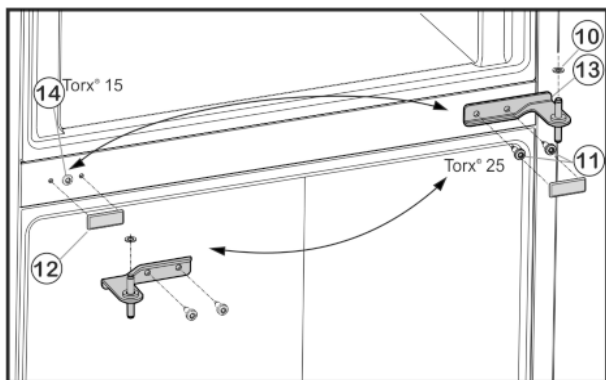

Fig. 5
▶ Открутите крепежные винты Fig. 5 (11) (2 шт. Torx® 25) и извлеките средний опорный кронштейн из нижней дверцы.
▶ Снимите пластиковую шайбу Fig. 5 (10).
- ▶ Осторожно снимите крышку Fig. 5 (12).
- ▶ Открутите крепежный винт Fig. 5 (14) (1 шт. Torx® 15) и установите его на противоположной стороне.
- ▶ Установите крышку Fig. 5 (12) на противоположной стороне.
- ▶ Вставьте средний опорный кронштейн Fig. 5 (13) с поворотом на 180° в нижнюю дверцу и прикрутите с помощью крепежных винтов Fig. 5 (11) (2 шт. Torx® 25) на новую сторону шарнира (с моментом 4 Нм).
- ▶ Снова установите пластиковую шайбу Fig. 5 (10).
- ▶ Установите верхнюю дверцу на средний опорный кронштейн Fig. 5 (13).